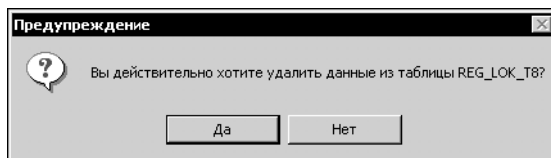

Рис. 21.7. Удаление записи из таблицы
3. В открывшемся окне **Предупреждение** (рис. 21.7) нажмите кнопку **Да**.